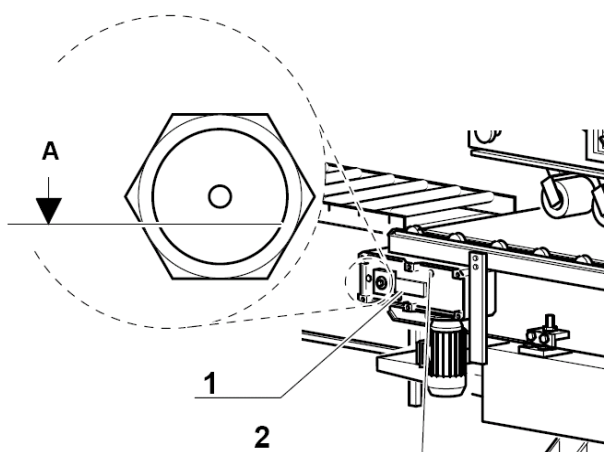

Fig. 31
1. Vidanger, dans un récipient de près de 2 litres, l'huile usagée du réducteur, en dévissant la vis de déchargement (Fig. 31/1).
2. Pour faciliter le déchargement de l'huile, dévisser la vis de chargement (Fig. 31/2).
3. Décharger toute l'huile et revisser sur son logement la vis de déchargement (Fig. 31/1).
4. Par la vis (Fig. 31/2), remplir l'ensemble avec 1 litre d'huile ROL/HIDRODIAMIC DEX, ou une équivalente d'autre marque.